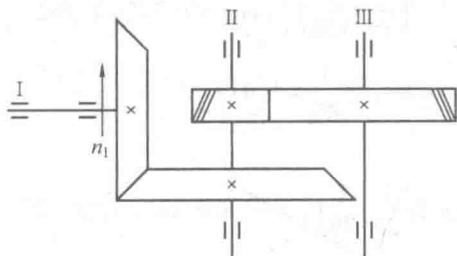

图 4.3
【例 4.3】 图 4.3 所示为直齿圆锥齿轮和斜齿圆柱齿轮组成的二级减速装置,已知小圆锥齿轮 1 为主动轮,其转动方向如图所示。直齿圆锥齿轮的齿数比 $u=2.5$,压力角 $\alpha=20^\circ$,齿宽中点分度圆的圆周力 $F_{t1}=F_{t2}=5\,600\text{ N}$;斜齿圆柱齿轮分度圆螺旋角 $\beta=11^\circ 36'$,螺旋角 β 的方向如图所示,分度圆的圆周力 $F_{t3}=9\,500\text{ N}$ 。试求:
- (2) 圆锥齿轮 2 和斜齿轮 3 所受各力方向如图 4.3 所示。